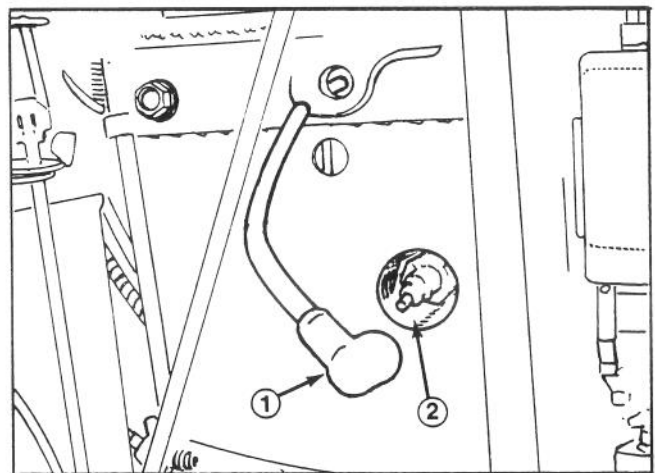

Abbildung 7
Um ein ungewolltes Anlassen des Motors bei Wartungen zu vermeiden, den Motor abstellen, den Zündschlüssel abziehen und den Zündkerzenstecker von der Zündkerze entfernen (Abb. 7). Sicherstellen, daß der Draht nicht versehentlich die Zündkerze berührt.
2. Den Motor abstellen und den Zündkerzenstecker von der Zündkerze abziehen (Abb. 7).